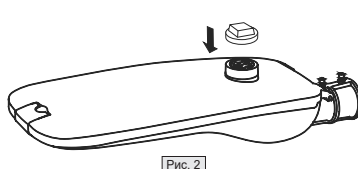

Рис. 2
- Для светильников без управления установите заглушку из комплекта поставки в разъем Nema Socket (Рис. 2).